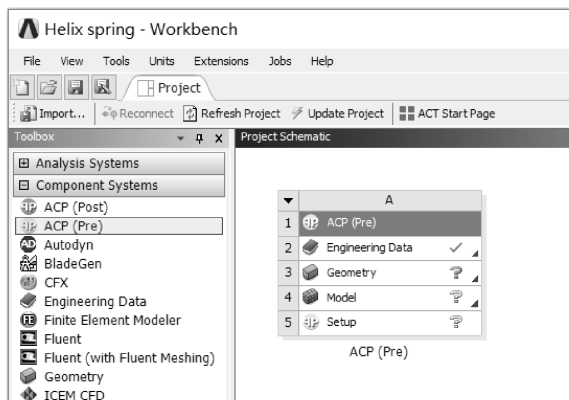

图 7-2 创建圆柱螺旋弹簧管复合材料分析
(1) 在工具箱【Toolbox】的【Component Systems】中双击或拖动复合材料前处理【ACP (Pre)】到项目分析流程图，如图 7-2 所示。